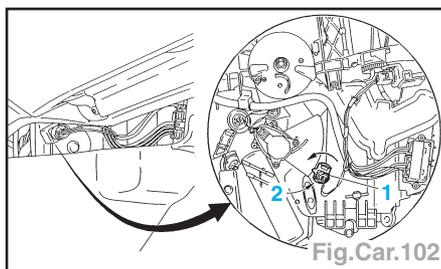

Fig.Car.102
- Déconnecter le connecteur (1) (Fig.Car.102).